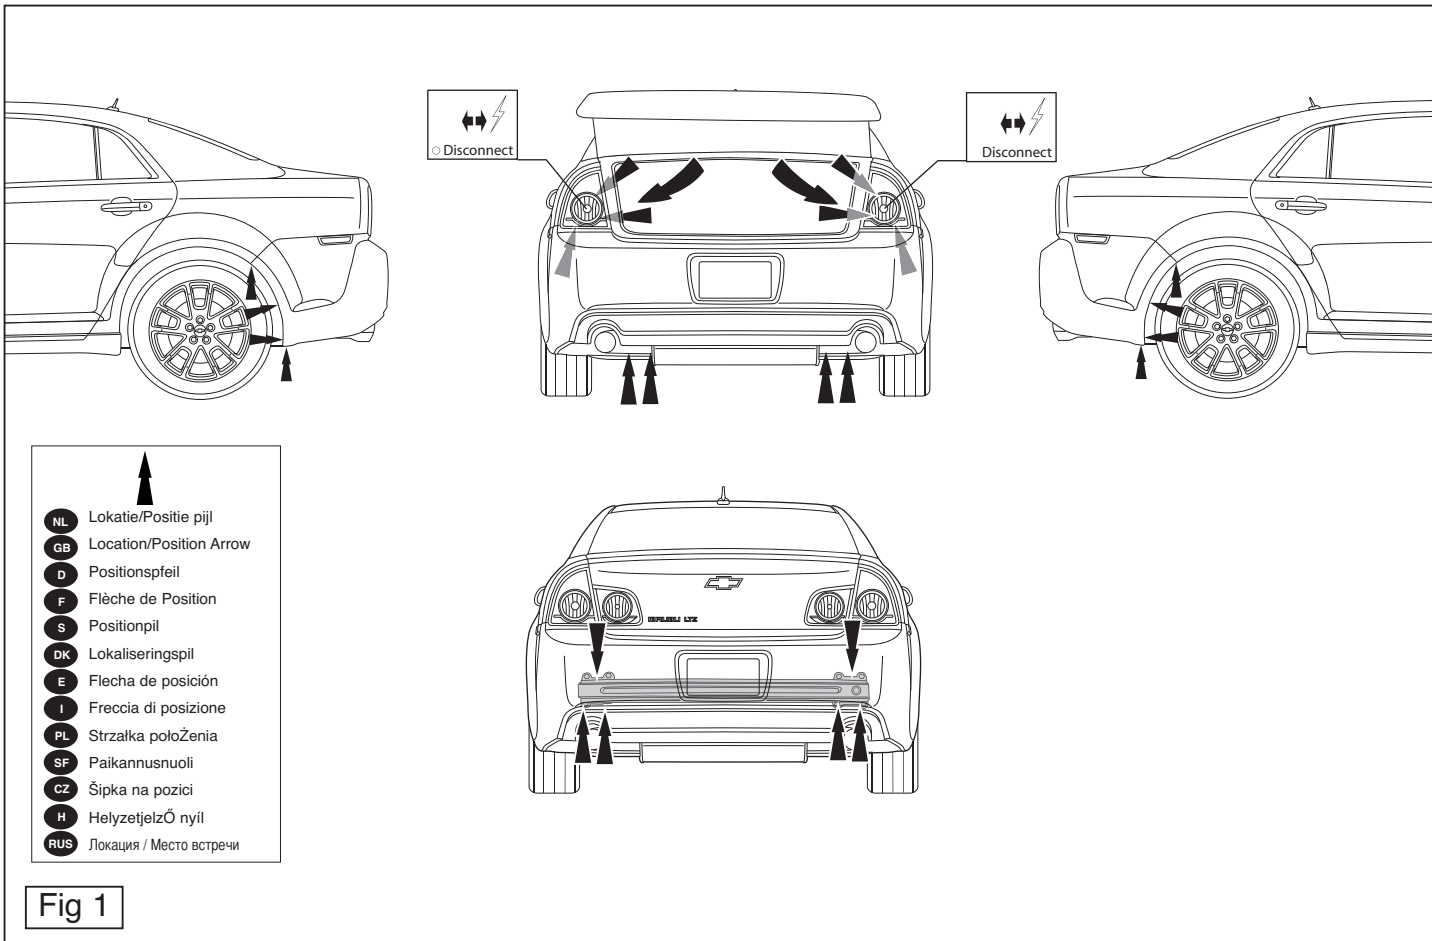

Fig 1
2. Снять бампер вместе со стальным буферным брусом автомобиля буферный брус больше не понадобится. См. рисунок 1.